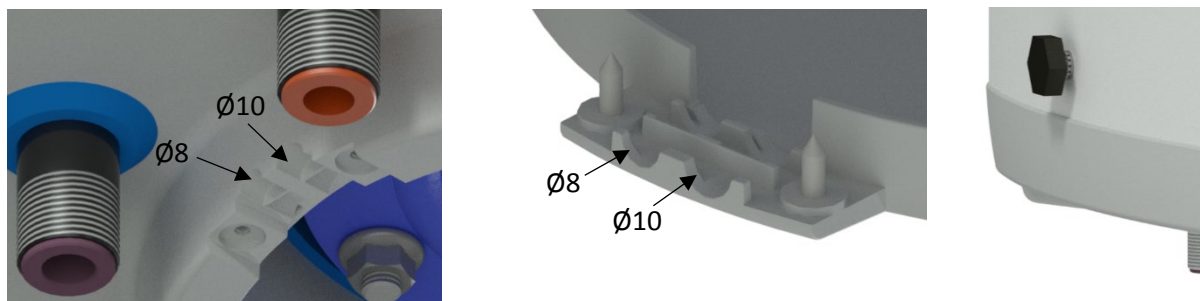
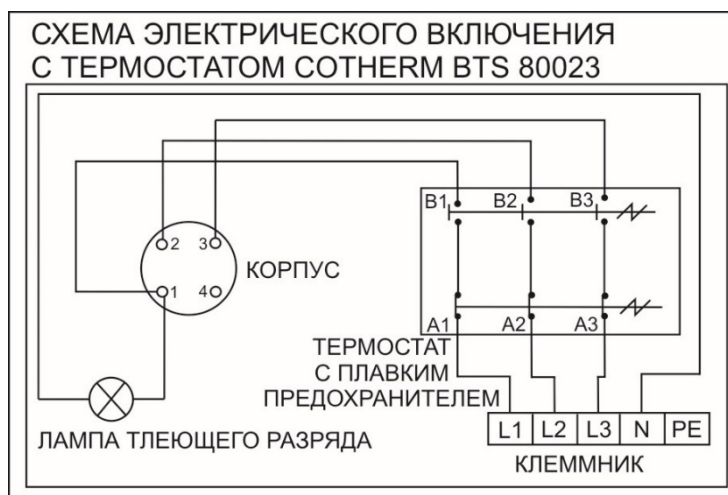

Рисунок 8
Рисунок 9
Подключение выполните согласно схеме. Подключение, выполненное на заводе, запрещено менять! (Рисунок 8). В крышке электропроводки снимите перегородку, соответствующую диаметру подводящего провода  $\varnothing 8$  или  $\varnothing 10$  (Рисунок 9). Степень защиты электрических компонентов водонагревателя - IP 44. Потребляемая мощность электрического нагревательного элемента 4000 Вт.
- Схема эл. подключения прилагается к водонагревателю на крышке электропроводки (Рисунок 9).